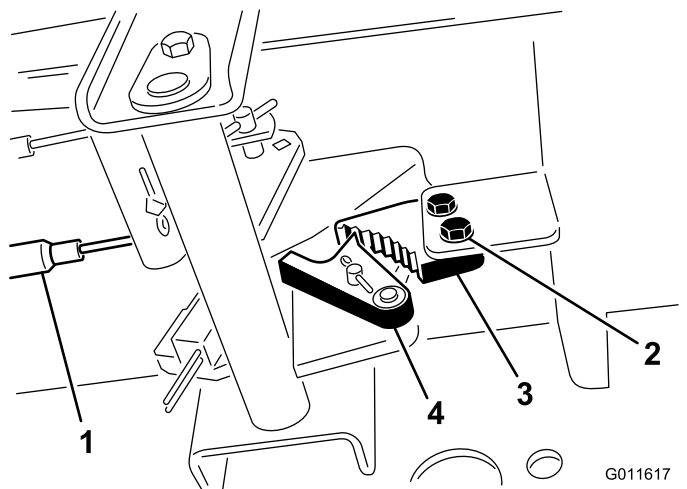

Bild 47
1. Lösen Sie die zwei Schrauben, mit denen die Sperre der Feststellbremse am Rahmen befestigt ist (Bild 47).
2. Drücken Sie das Pedal der Feststellbremse nach vorne, bis der Bremsauslöser ganz an der Bremssperre greift (Bild 47).